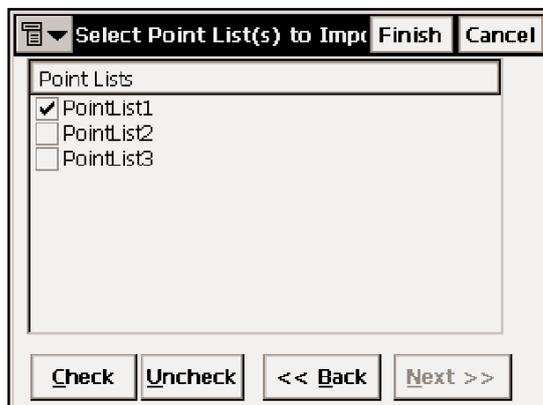

Рисунок 5-6. Выберите импортируемый список (списки) точек
- В окне **Select Point List(s) to Import (Выберите импортируемый список (списки) точек)** выберите (доступные) списки точек, которые Вы хотели бы импортировать (рис. 5-6).